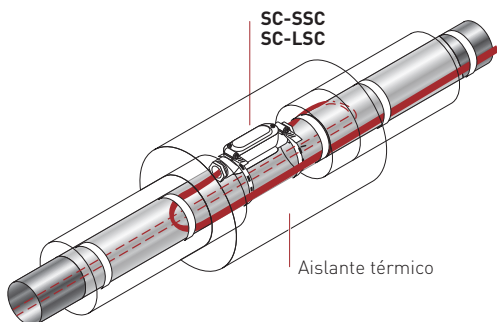

Figura 22: Aislamiento sobredimensionado
- Puede ser necesario un aislamiento mayor para limitar la pérdida de calor de los componentes SC (consulte la Figura 22).